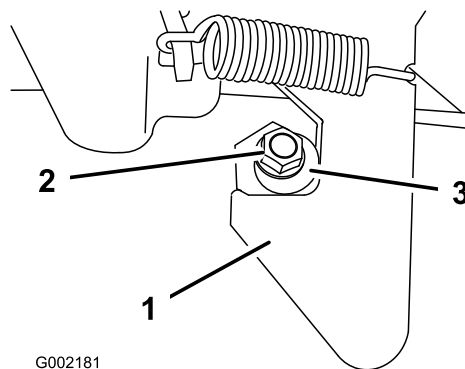

Figura 69
1. Allentate il dado di bloccaggio sull'estremità della colonnetta di ancoraggio (Figura 69).
2. Ruotate la colonnetta di ancoraggio in senso orario finché non si trova saldamente contro la sezione di aggancio del fermo (Figura 69).